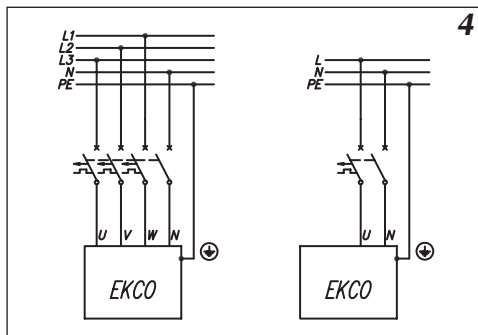

Рис.4 Подключение котлов в электрическую сеть.
5. Подключить котел к электросети (рис.4).